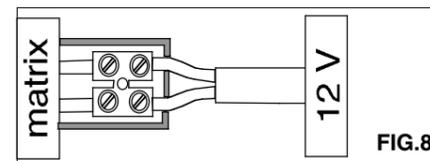

FIG.8
- Insert the ends of the 12V output cable of the transformer into terminal C and tighten the screws FIG. 6B and FIG. 8.
- Insérer les terminaux du câble de sortie 12V du transformateur dans la borne C et aviser les vis FIG. 6B et FIG. 8
- Inserir el cable de salida 12V del transformador en el borne volante del soporte de las dicroicas y atornillar los tornillos FIG. 2B y FIG. 8.
- Inserir los terminales del cable de salida 12V del transformador en el borne C y atornillar los tornillos FIG.6B y FIG. 8
- Den 12V Kabel des Transformators in die Klemme vom Kaltlichtspiegellampensupport einführen und die Schrauben festdrehen FIG. 2B UND FIG. 8
- Die Enden des 12V Ausgangskabel des Transformators in die Klemme C einführen und die Schrauben festdrehen FIG. 6B und FIG.8.